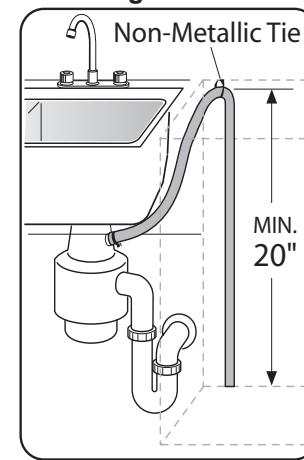

Figura 9
- 2 Directamente a una conexión de drenaje para lavadora de platos de un triturador de desechos, como se muestra en la Figura 9.